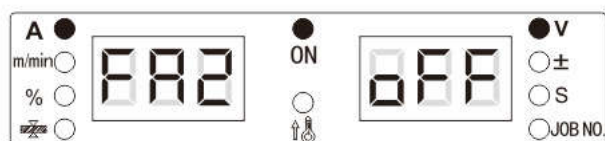

Рисунок 3-18. Отображение функции FA2 на цифровых дисплеях
2. Поворотом регулятора панели управления установите выбор функции FA2 (см. Рисунок 3-18).